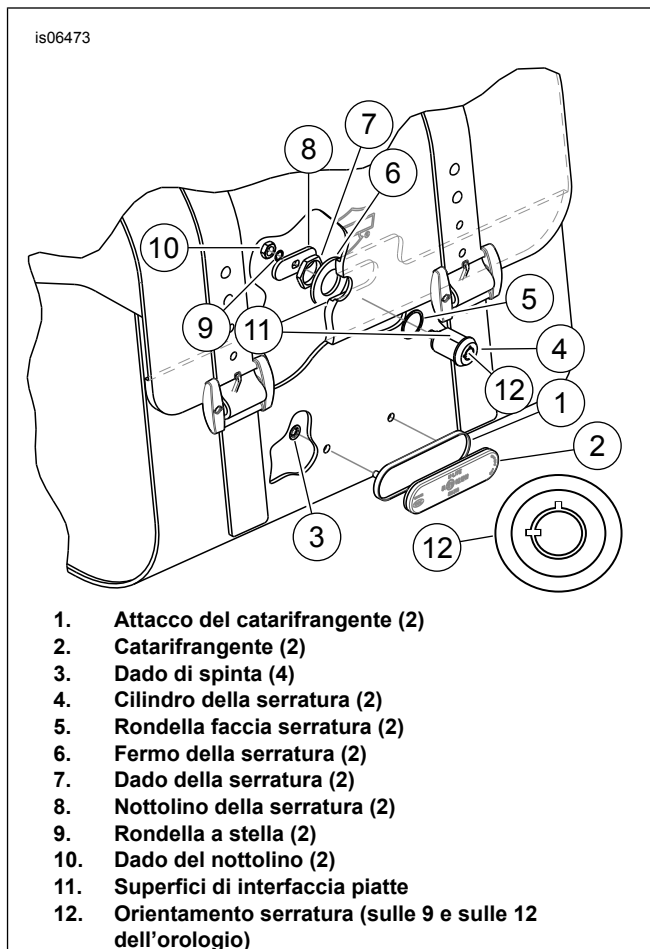

Figura 6. Installazione dei gruppi di catarifrangenti e della serratura
1. Vedere Figura 6. Posizionare l'attacco del catarifrangente (1) al centro della borsa.
3. Pulire la superficie dell'attacco del catarifrangente (1) con una soluzione di alcol isopropilico (50-70%) e acqua distillata (30-50%). Far asciugare completamente.
4. Rimuovere il rivestimento dalla parte posteriore adesiva del catarifrangente (2). Posizionare con cautela il catarifrangente sul relativo attacco. Premere saldamente in posizione. Tenere fermo il catarifrangente in posizione con una pressione costante per almeno un minuto.
6. Installare l'attacco del catarifrangente (1) sulla borsa usando due dadi a pressione (3). I dadi a pressione sono installati dall'interno della borsa.
3. Vedere Figura 6. Posizionare la rondella rivolgendola verso la serratura (5) sul cilindro della serratura (4).
4. Installare il cilindro della serratura in modo che le tacche per le chiavi della faccia (12) siano orientate sulle ore 12 e le ore 9. Inserire il cilindro della serratura attraverso il foro nel coperchio della borsa e far combaciare le superfici piatte (11) della serratura e del rivestimento in plastica del supporto del coperchio.
5. Installare il fermo della serratura (6) dalla parte interna del coperchio della borsa e sul cilindro della serratura.
7. Installare il dado bloccante (7) dalla parte interna del coperchio e avvitare sul cilindro della serratura. Serrare a fondo.
8. Rimuovere il dado del nottolino (10) e la rondella a stella (9) dal cilindro della serratura installato (4). Non rimuovere la rondella della camma dal retro del cilindro della serratura. Se la camma cade dal cilindro della serratura, deve essere sostituita correttamente. Un'installazione corretta consente di rimuovere la chiave nella posizione di blocco e in quella di sblocco. La camma può essere installata in modo errato, per cui è necessario verificare l'orientamento prima dell'installazione del nottolino. Se non è possibile rimuovere la chiave in nessuna delle due posizioni, ribaltare la camma e installare.
9. Installare il nottolino della serratura (8) sul perno filettato del cilindro della serratura insieme alla rondella a stella (9) e al dado del nottolino (10). Serrare a fondo il dado del nottolino.